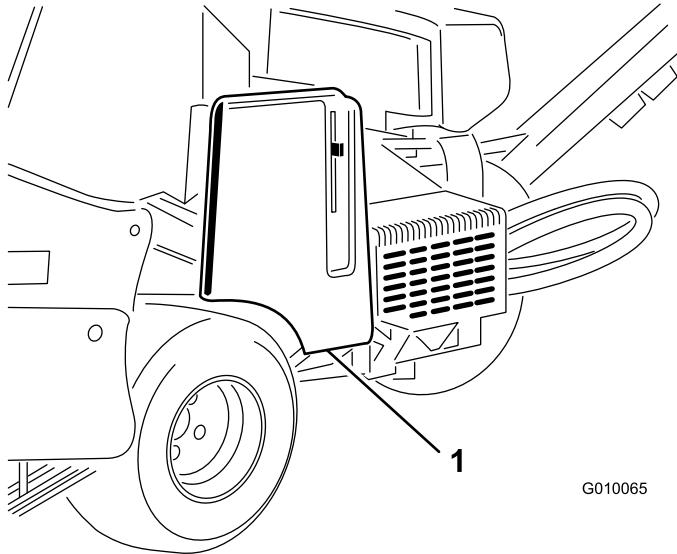

Bild 55
1. Entriegeln und entfernen Sie die Riemenabdeckung (Bild 55).